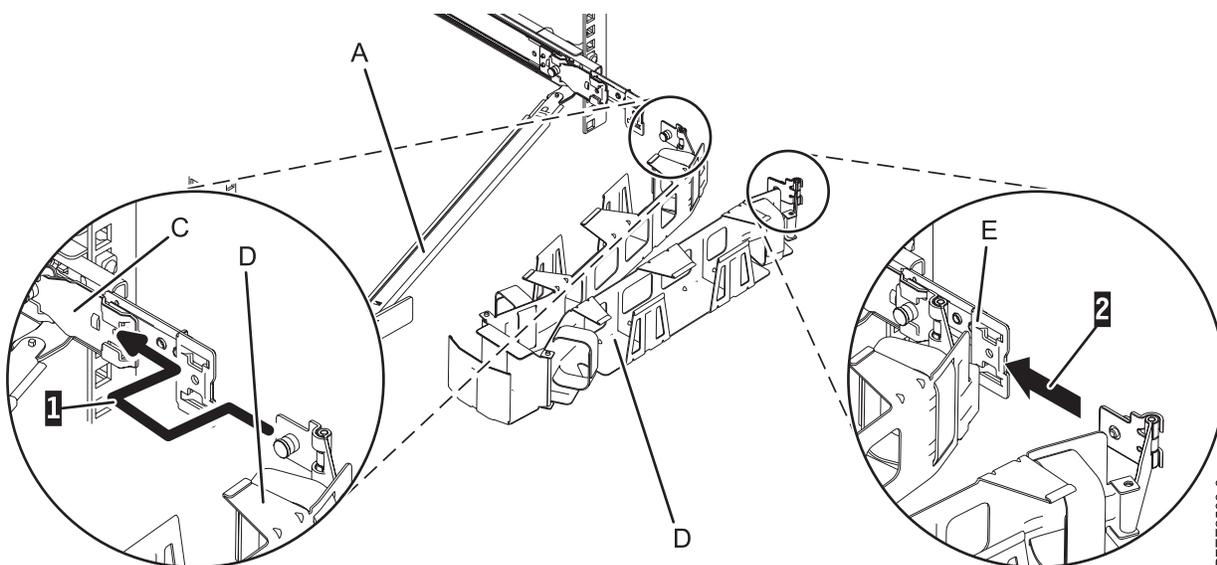

Abbildung 17. Kabelträger anschließen
6. Platzieren Sie den Kabelträger (D) auf dem Stützarm (A). Schieben Sie die erste Lasche des Kabelträgers (1) in die Aussparung auf dem Befestigungswinkel (C). Drücken Sie die Lasche, bis die gefederte Verriegelung einrastet. Schieben Sie die andere Lasche des Kabelträgers in die Erweiterungshalterung (E) auf der Außenseite der rechten Schiene (2). Drücken Sie die Lasche, bis die gefederte Verriegelung einrastet, wie in Abb. 17 dargestellt.